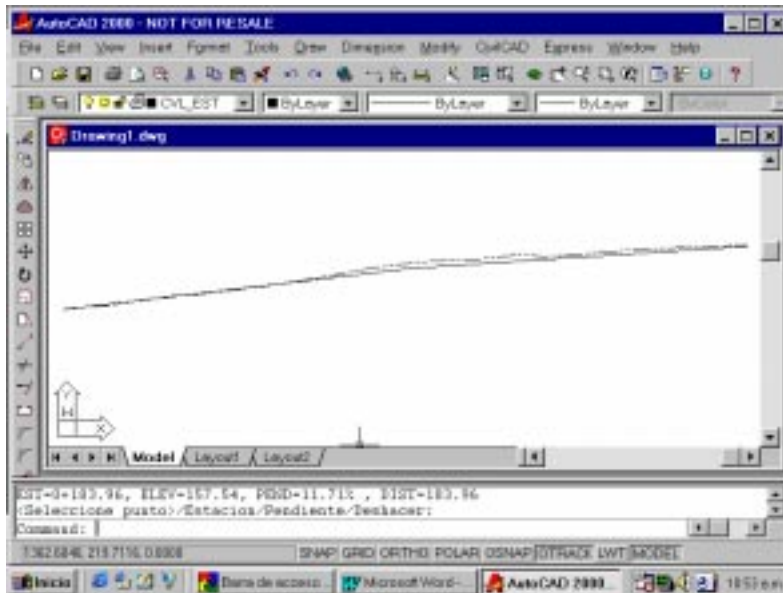

Fig. 24: Perfil de terreno y proyecto.
4. Seleccione la rutina para dibujar el perfil de proyecto y especifique elevaciones, pendientes y puntos de inflexión (Altimetría→Perfiles→Proyecto→Dibujar). Si es necesario puede dibujar curvas verticales en el perfil de proyecto utilizando la rutina correspondiente. El perfil de proyecto puede moverse hacia arriba o hacia abajo para modificar la elevación de las rasantes, mientras no se desfase horizontalmente respecto al perfil de terreno (fig. 24).